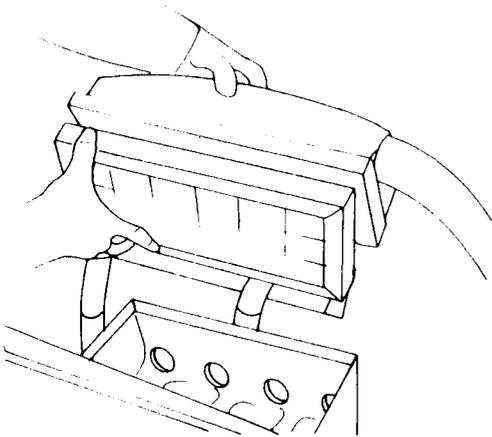

Bild 93
- Filtereinsatz aus dem Deckel herausnehmen (siehe Bild 93).
Filtereinsatz wie im Bild 93 gezeigt in den Deckel einsetzen, den Deckel gut auf das Filtergehäuse aufsetzen und mit den vier Federspangen befestigen. Kontrollieren, dass die Schläuche noch gut auf den Anschlüssen sitzen.